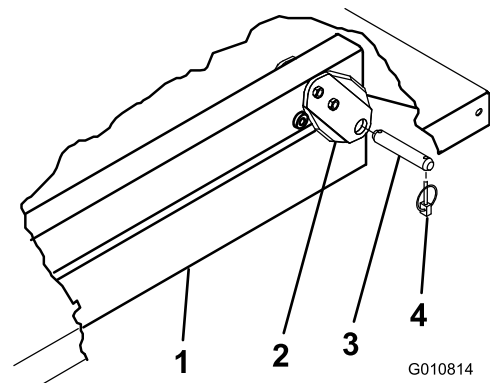

Figura 3
2. Retire el pasador de horquilla y los 2 pasadores de seguridad que sujetan cada juego de placas de giro a los perfiles del bastidor (Figura 3).